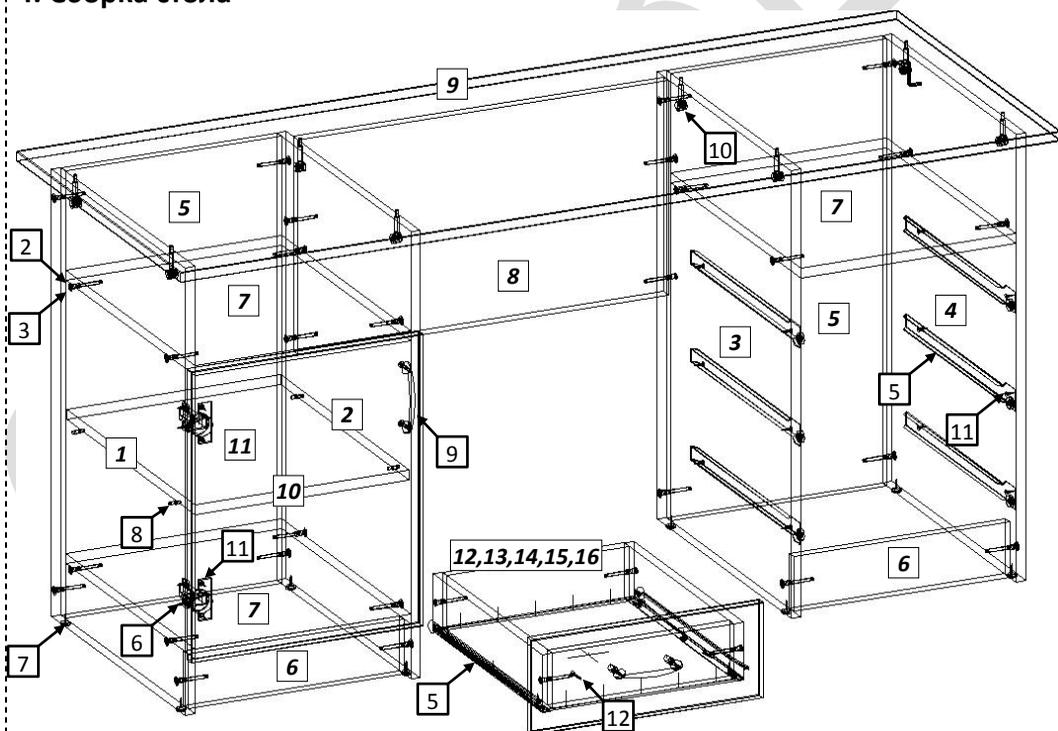

Рис. 1
- 4.3 Евровинтами (2), как показано на рис. 1, соедините боковые стенки стола [1,2,3,4] с вертик. стенками [5,8], горизонтальными стенками [7] и цоколями [6]. Установите крышку. Затяжка соединения производится путём поворота эксцентриков до упора в направлении стрелки, выштампованной на корпусе стяжки.